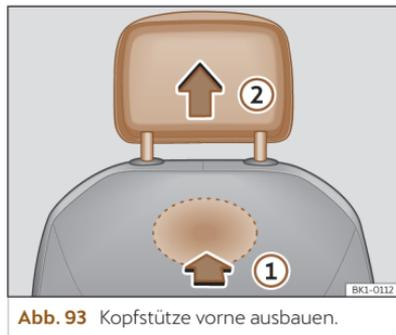

Abb. 93 Kopfstütze vorne ausbauen.
- Lokalisieren Sie zum Entriegeln der Kopfstütze die Aussparung im markierten Bereich auf der Rückseite der Sitzlehne und drücken Sie in Pfeilrichtung >>> (**Abb. 93**) **①**.
- Ziehen Sie die Kopfstütze in Pfeilrichtung **②** heraus.